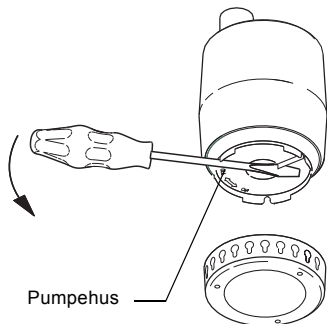

Fig. 11 Sådan afmonteres pumpehuset
3. Drej med en skruetrækker pumpehuset en kvart omgang mod uret, se pilen på pumpehuset. Træk huset af. Se fig. 11.